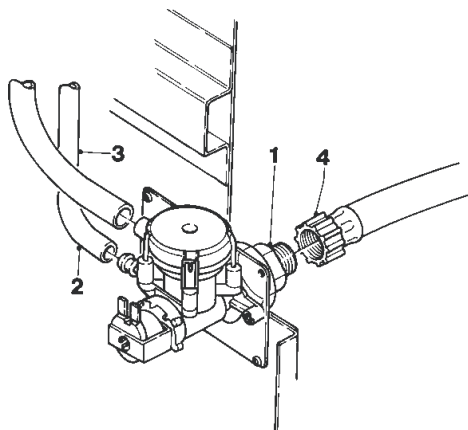

Рис. 13
Используйте шланг, который может выдержать давление водопроводной сети и пригоден для пищевых продуктов (мин. внутренний диаметр — 6 мм), для подключения источника воды к штуцеру (3/4" газ) электромагнитного клапана впуска воды (см. рис.13)
Электромагнитный клапан впуска воды (см. Рис. 13) оборудован устройством защиты от перелива, которое механически останавливает впуск воды в случае отказа электромагнитного клапана или устройства контроля уровня воды в бойлере. Для восстановления нормального функционирования выполните следующее: отключите автомат от электрической сети;
- ослабьте муфту, которая фиксирует шланг подачи воды на электромагнитный клапан, чтобы убрать оставшееся давление водопроводной сети, и снова ее затяните (см. Рис. 13);